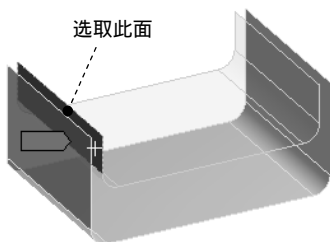

图 7.6.86 定义目标面
(3) 定义目标面。选取图 7.6.86 所示的面为目标面参考,单击 **Target** 文本框后的 **Apply** 按钮,然后在定义接触参数对话框的 **Target Shell Face** 下拉列表中选择 **Top** 选项,完成目标面定义。
(4) 定义接触类型。在“定义接触参数”对话框的 **Type** 下拉列表中选择 **Bonded** 选项。